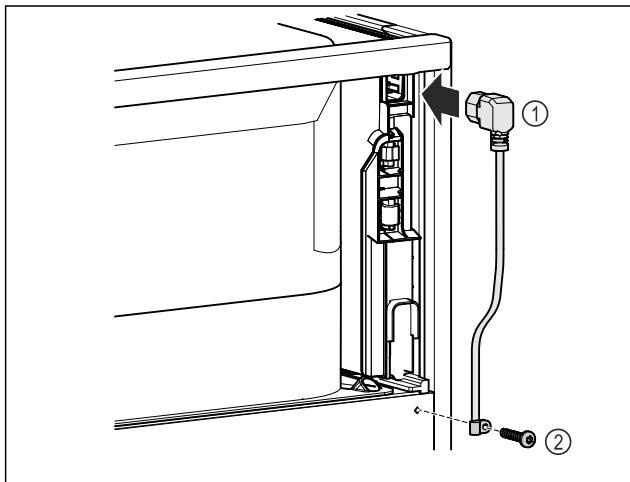

Fig. 8
- ▶ Zapojte zásuvku chladiaceho zariadenia sieťového prívodu Fig. 8 (1) na zadnej strane zariadenia.
- ▶ Namontujte odľahčenie od ťahu. Fig. 8 (2)